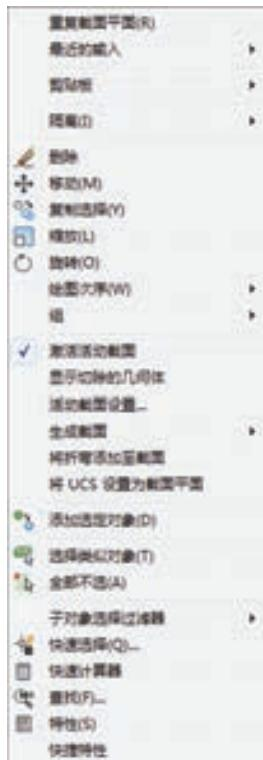

图 11-8 快捷菜单
- 3) 快捷菜单。在截面平面编辑状态下右击,系统弹出快捷菜单,如图 11-8 所示。其中几个主要选项介绍如下。